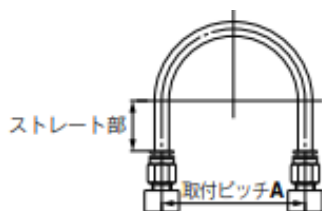

図1 推奨配管図
- ③ 機器の自重以外のねじりモーメント、曲げモーメントがかからないようにしてください。破損の原因になりますので、外部配管類は別に支持してください。ワンタッチ管継手に配管する際は図1の推奨配管条件にて、チューブ長さに余裕を持った配管をしてください。